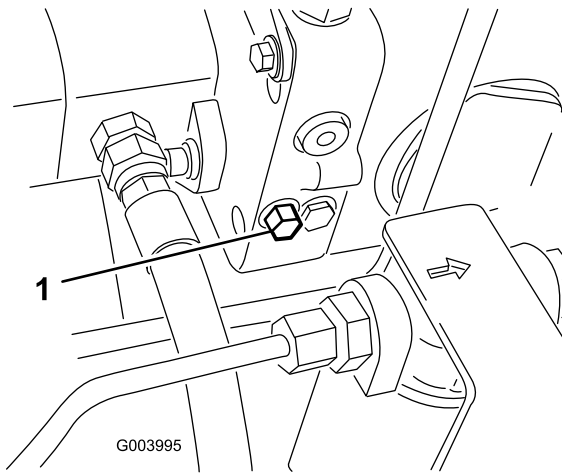

Figure 39
1. La vanne de dérivation est située du côté gauche de l'hydrostat (Figure 39). Tournez le boulon une fois et demie pour ouvrir la vanne et permettre la dérivation interne de l'huile. Il est alors possible de déplacer la machine lentement sans endommager la transmission.